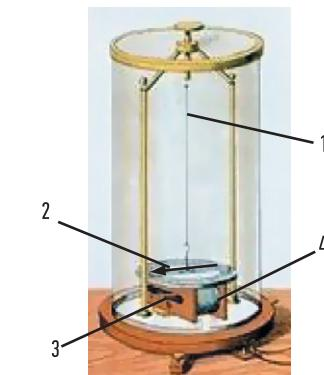

Рис. 5. Гальванометр Нобили
ром физики из Флоренции Леопольдо Нобили (Leopoldo Nobili) (рис. 5). В стеклянной колбе на упругой нити (1) были подвешены, в соответствии с идеей Ампера, две параллельные магнитные стрелки: одна (2) над шкалой, а другая (3) внутри измерительной катушки Швейгера (4).